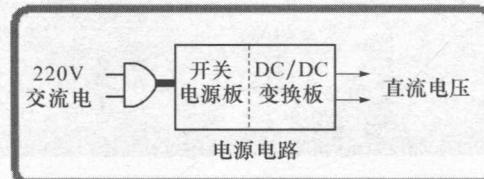
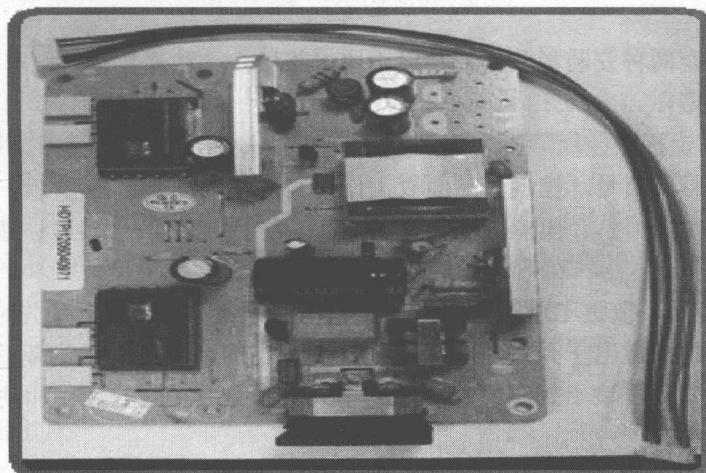

图 1-1-16 电源板组成方框图
图 1-1-17 电源板实物图
(1) 电源板。液晶显示器的电源电路板分为开关电源板和 DC / DC 变换板两部分，如图 1-1-16 和图 1-1-17 所示。